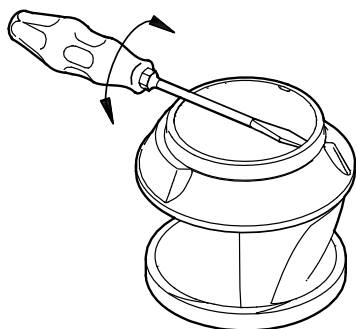

Рис. 5 Демонтаж кольца щелевого уплотнения
4. С помощью отвертки (поз. 49с) демонтируйте кольцо щелевого уплотнения (H). См. рис. 5.